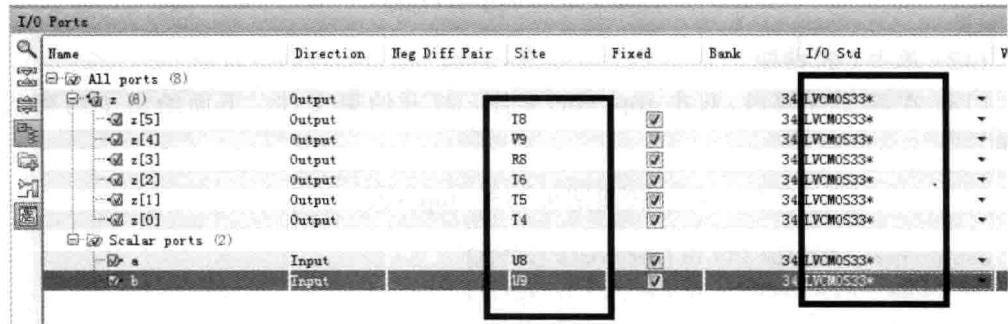

图 2.43 进行 I/O 规划
(9) 如图 2.43 所示,在 Vivado 下方出现 I/O Ports(I/O 端口)对话框界面。按
(10) 完成输入后，在如图 2.43 所示的界面内，单击右键出现浮动菜单，选择 Export I/O Ports…。
(14) 如图 2.43 所示，将选项再次切换到 Default Layout。